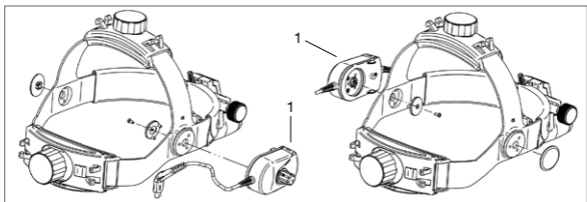

Figur 2 Hovedbånd Professional L
Justering af **hovedbåndet Professional L** (se figur 2): For justering i forhold til hovedets omfang kan hovedbåndet udvides eller indsnævres ved at dreje på drejknapperne foroven (1) og bagtil (2).
Indstilling af lysretningen og lysfeltet (se figur 2)